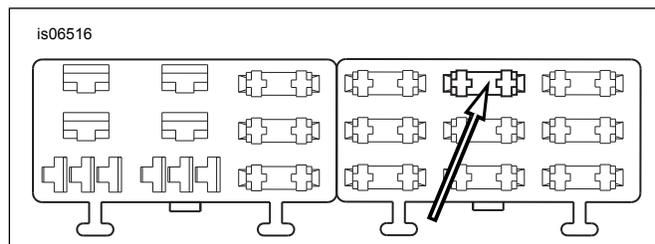

Figura 9. Cavità del pannello fusibili "P&A IGN" (modelli Softail dal 2004 al 2010)
4. Vedere Figura 9. Individuare la cavità del fusibile (1) indicata con "P&A IGN" sul coperchio del pannello fusibili di destra. Inserire il terminale nel filo arancione/bianco dell'adattatore finché non si arresti. Esaminare un terminale installato in fabbrica attiguo per fare il confronto e controllare orientamento e profondità di inserimento.